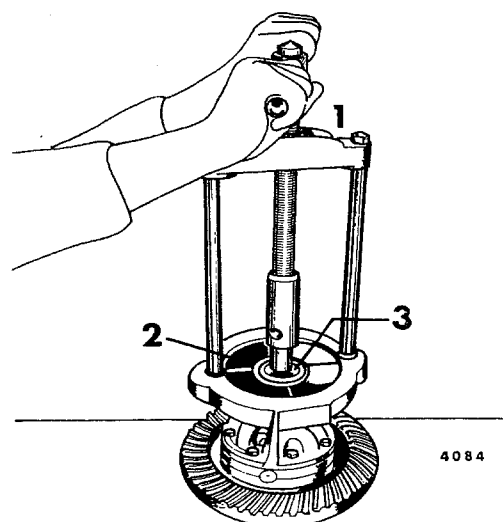

Fig 11-16. Demontering av differentiallyager.
1. Dra av differentiallyagren, se fig 11-16. Ta vara på justermellanlägggen och håll reda på dess placering.